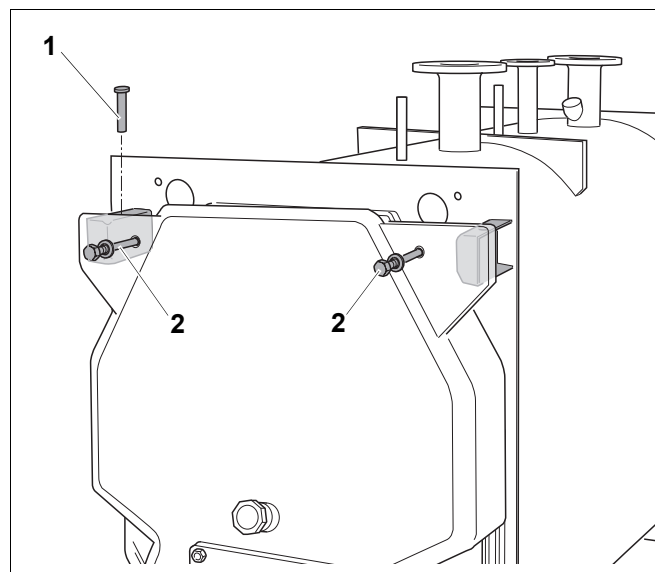

Рис. 11 Верхнее болтовое соединение двери
- Вставьте сверху шарнирные оси (рис. 11, поз. 1).
- Заверните болты M12 (рис. 11, поз. 2) с надетыми на них шайбами в резьбовые отверстия на передней стенке котла.